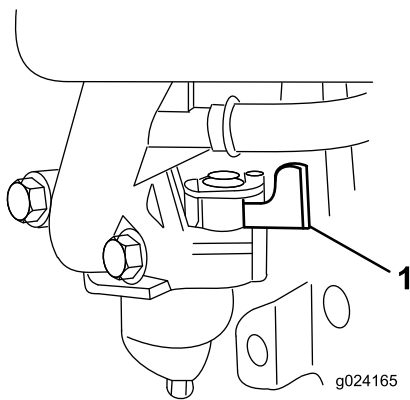

Figure 13
2. Ouvrez le robinet d'arrivée de carburant en tournant le levier vers la **droite** (Figure 13).
Remarque: Fermez le robinet d'arrivée de carburant en tournant le levier (Figure 13) vers la **gauche** si vous ne prévoyez pas de démarrer le moteur tout de suite après.